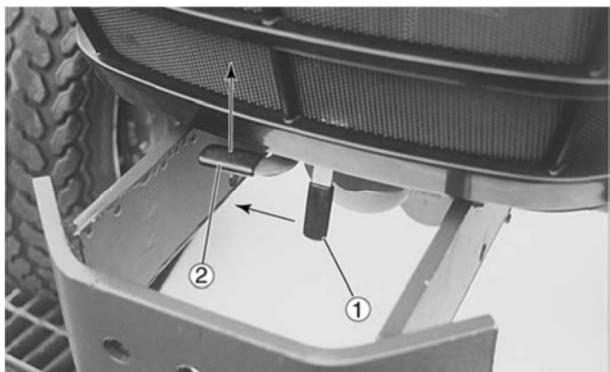
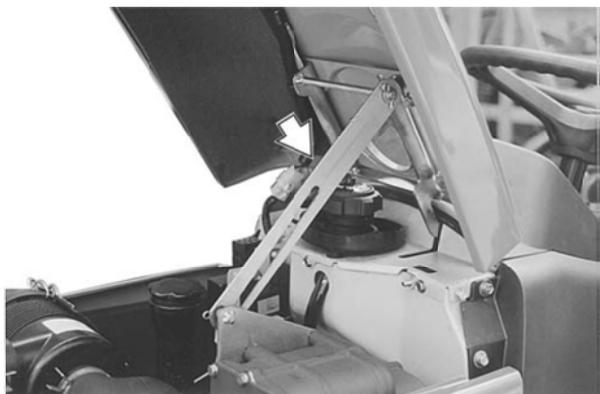

Рис. 30 (защелка капота)
Рис. 31 (опорная пластина)
1. Чтобы поднять капот, подвиньте замок (1) вправо, и предохранительный рычаг (2) – вверх (см. рис. 30). Поднимите капот. Он автоматически зафиксируется с помощью опорной пластины (см. рис. 31).